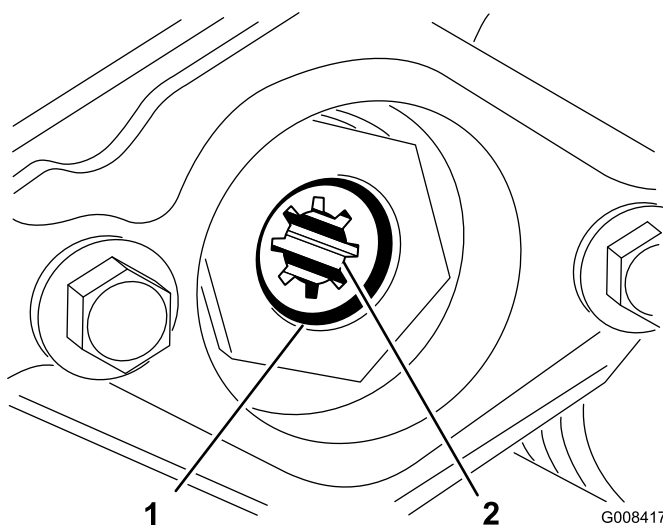

Figura 15
3. Parafuso de cabeça allen (2)
D. Retire o anel de retenção que prende o acoplador da transmissão no tubo do cilindro (Figura 15). Retire o acoplador de transmissão.